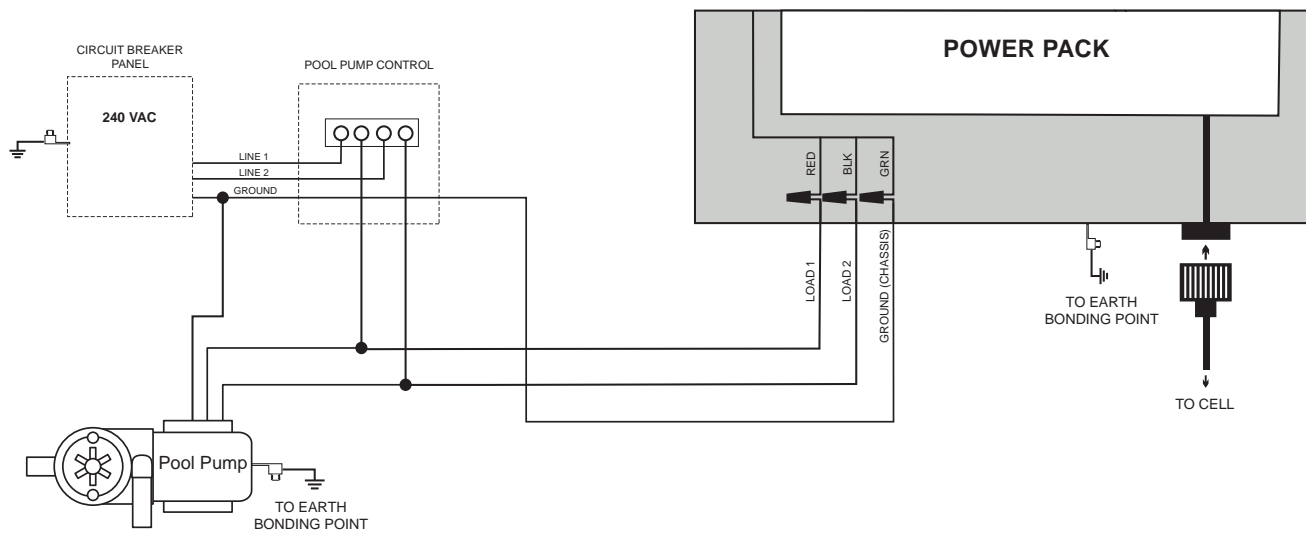

Figura 4. Diagrama de cableado
1. Conecte el paquete de energía a la fuente de alimentación de la bomba de la piscina, usando cable aislado de 3.3 mm² (12 AWG) y conducto eléctrico. Dirija el paquete de energía al lado LOAD (carga) de la bomba de filtrado o el lado LOAD (carga) del relé temporizador de la bomba de filtrado para que el clorador se active únicamente cuando se activa la bomba de la piscina (vea la figura 4).